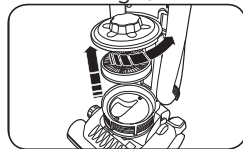

Fig. 7
2. Retire la tapa del filtro de escape girándola en el sentido contrario a las agujas del reloj hasta que haga clic (Fig. 7).
3. Retire el filtro de escape y reemplácelo con uno nuevo (Fig. 7).